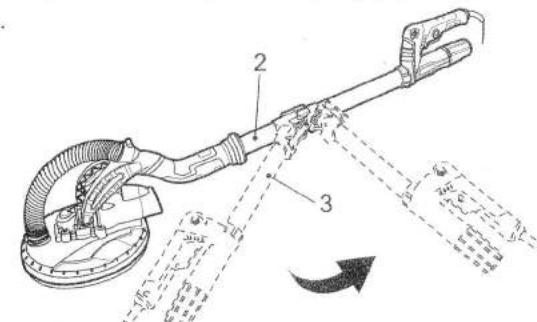

Рис. 1
> Полностью разложите верхнюю трубку (3) в сторону нижней трубы (2) (Рис. 1).